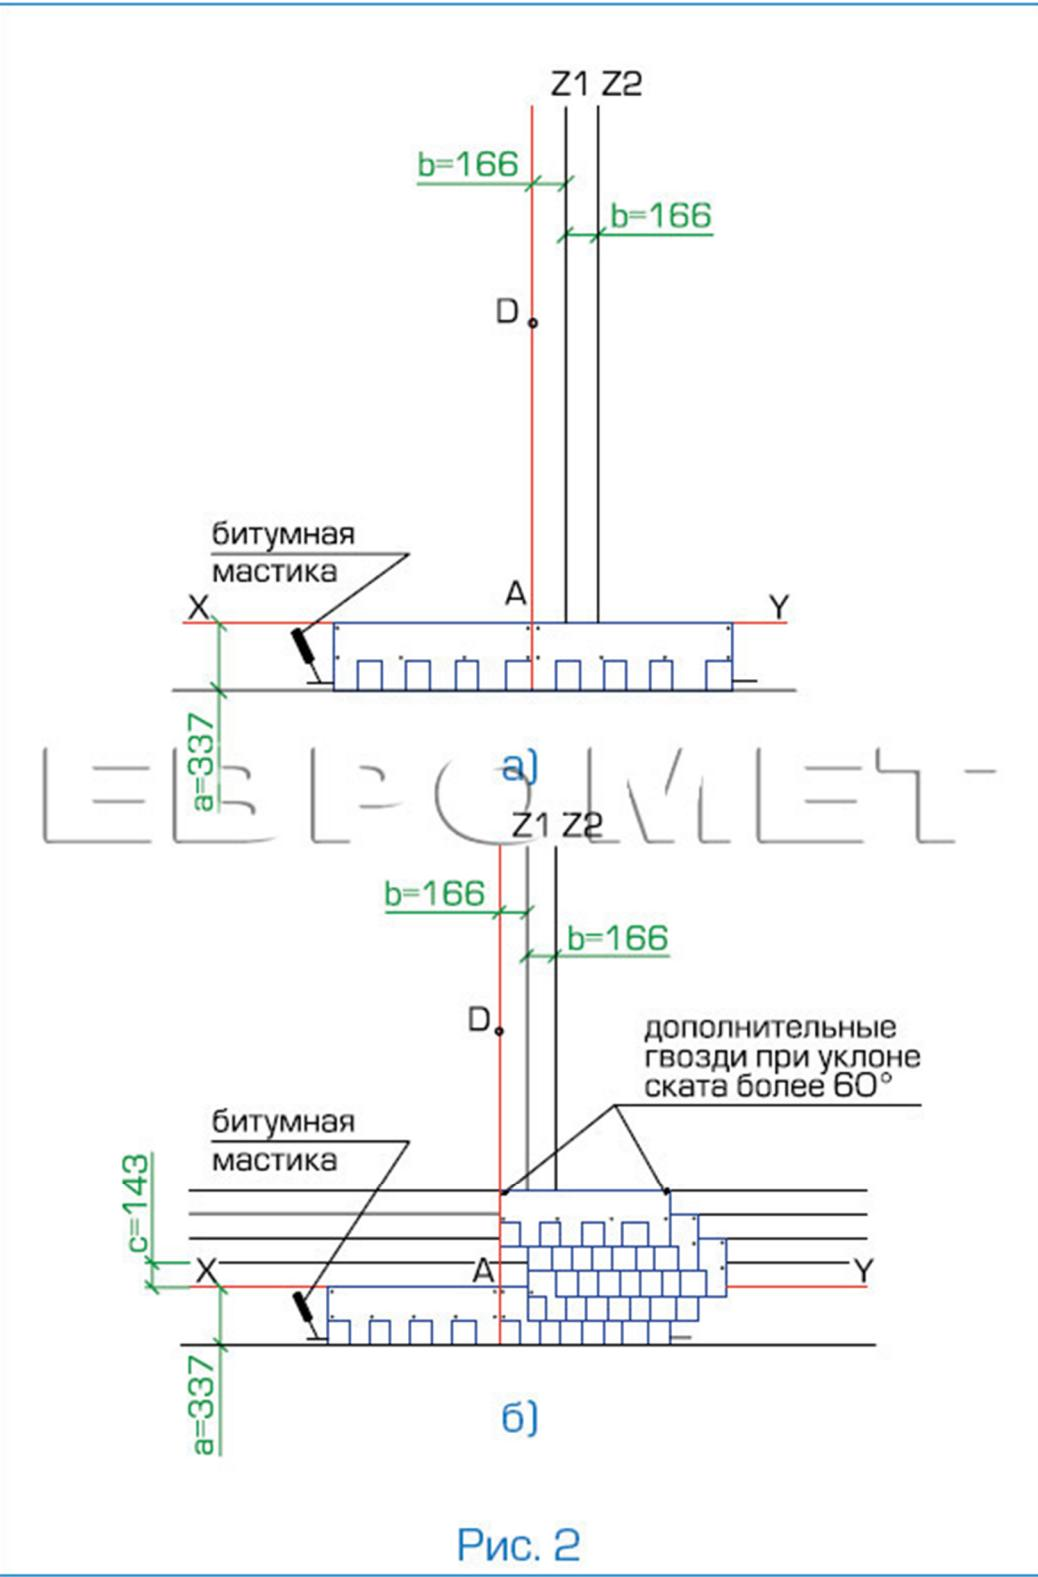

Рис. 2
Укладка материала (рис. 2)
- первый ряд черепицы укладывается от линии AD (рис. 2а);
- второй ряд укладывается от линии Z1 (со смещением 16,6 см от AD) (рис. 2б);
- третий ряд укладывается от линии Z2 (со смещением 16,6 см от Z1) (рис. 2б);
- четвертый ряд — от линии Z1 (рис. 2б);
- пятый ряд — от линии AD (рис. 2б);
Каждый лист черепицы АЛЯСКА крепится 4 гвоздями таким образом, что бы гвоздь прошивал и верхний край низлежащего листа черепицы АЛЯСКА (рис. 2а,б).